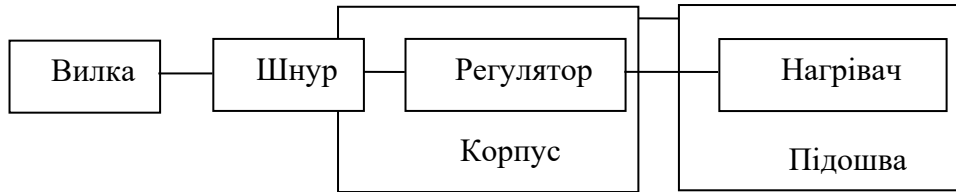

Рис.2.1. Склад системи
- Для прикладу наведена декомпозиція праски (рис.2.1).